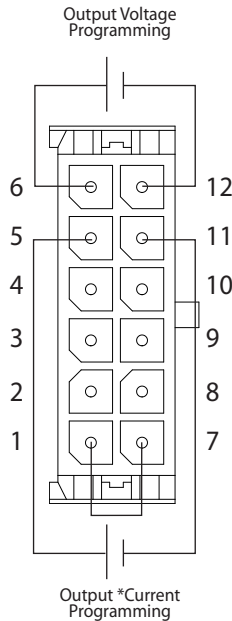

Рис.6-1: Подсоединение для программирования с помощью внешнего напряжения
1. для режима внешнего программирования выполните соединения как показано на рис. 6-1.